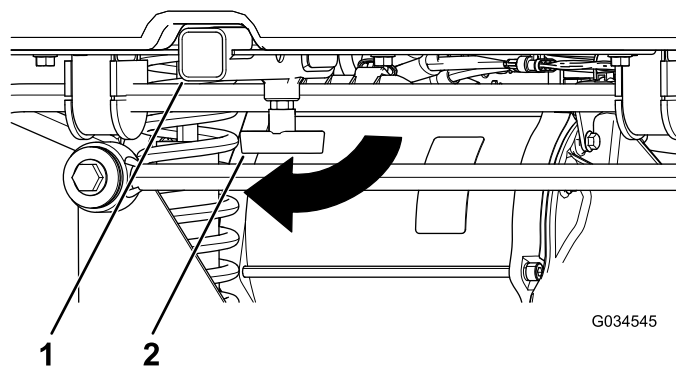

Figura 17
1. Desaperte a pega em "T" rodando-a no sentido dos ponteiros do relógio (Figura 17).
2. Insira o acessório no recetor até que os orifícios fiquem alinhados (Figura 17).